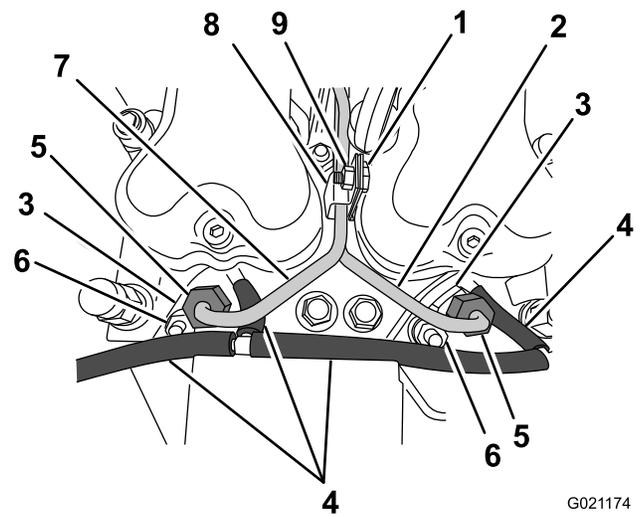
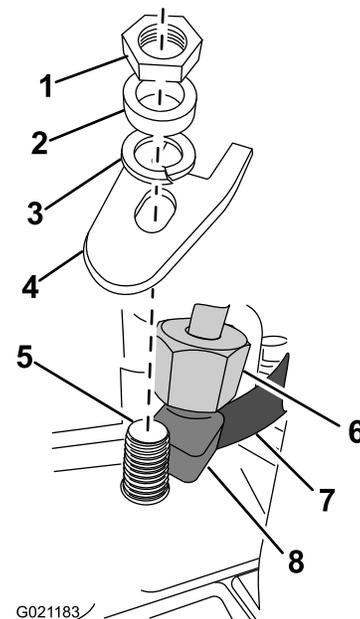

Figure 49
Figure 50
- Desserrez les écrous-raccords des deux injecteurs (Figure 49 et Figure 50).
- Retirez les écrous de retenue, les rondelles, les rondelles frein et les dispositifs de retenue qui maintiennent les injecteurs sur la culasse (Figure 50).